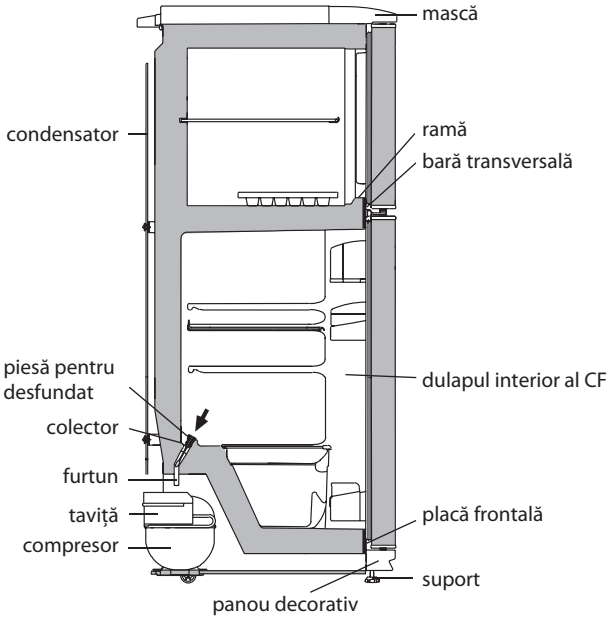

Figura 4 — Schema scurgerii apei provenite din dezghețarea CC
2.2.1 În CF funcționează un sistem automat de dezghețare. Bruma, care apare pe pereții din spate a CF, după deconectarea compresorului care lucrează în ciclu, se topește și se transformă în picături de apă. Picăturile de apă provenită din dezghețare se scurg în colector, apoi prin gaura acestuia și prin furtun - în taviță de pe compresor, în conformitate cu figura 4 și se evaporă.
Prezența apei în colector indică înfundarea sistemului de drenaj. Pentru eliminarea înfundării folosiți piesa corespunzătoare și curățați gaura colectorului, astfel ca apa să se scurgă liber în taviță, apoi spălați piesa și instalați-o în conformitate cu figura 4.
SE INTERZICE să exploatați frigiderul cu sistemul de scurgere înfundat. Apa care a apărut pe fundul CF sau care a ajuns în locul de alăturare a barei transversale și a dulapului interior al CF, în conformitate cu figura 4, poate provoca coroziunea dulapului exterior al frigiderului și elementelor agregatului
ATENȚIE! Nu permiteți scurgerea apei provenite din dezgheț din CC la decongelarea și curățarea acestuia, deoarece ea, pătrunzând în locul de alăturare a barei transversale și a ramei CC, în conformitate cu figura 4, poate provoca coroziunea dulapului exterior al frigiderului și a elementelor agregatului frigorific, defectarea izolației termice, formarea crăpăturilor ramei și defectiunea dulapului frigiderului.